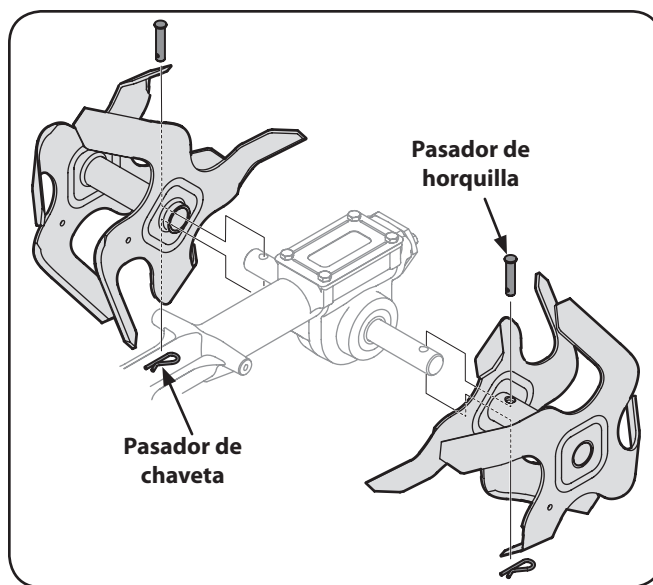

Figura 7-6
3. Para retirar un conjunto de dientes, simplemente saque la chaveta de retén interna que sujeta la chaveta de horquilla como se ve en la Figura 7-6. Retire la chaveta de horquilla y deslice el conjunto hacia afuera de la unidad y lejos del eje de los dientes.